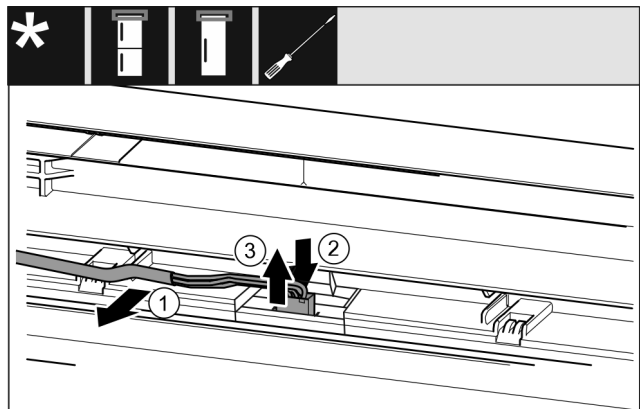

Fig. 7
- ▶ Staccare con cautela il cavo grigio dalla guida nella porta. Fig. 7 (1)
- ▶ Spingere all'indietro la linguetta dietro il connettore. Fig. 7 (2)
- ▶ Estrarre con cautela il connettore verso l'alto. Fig. 7 (3)